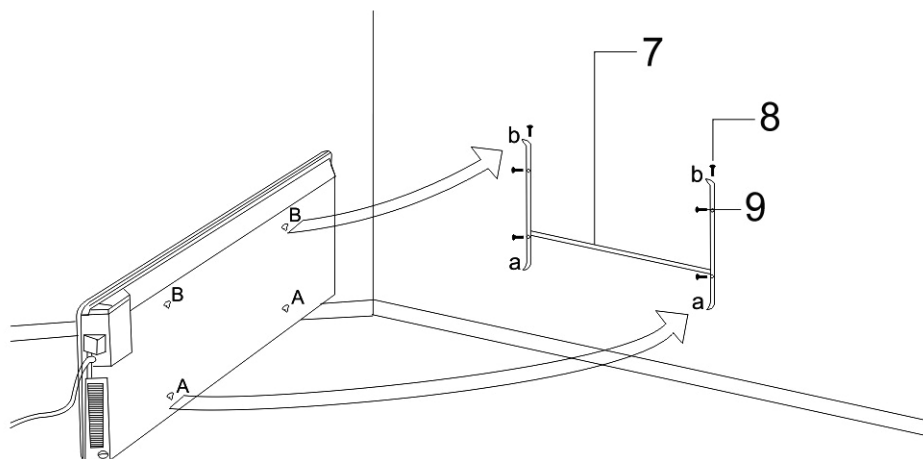

Рис. 3
- Отсоедините монтажный кронштейн (7) от задней панели конвектора, для чего выверните два стопорных винта (8) (См. Рис.3) из верхних зажимов кронштейна.
- Монтажный кронштейн (7) используется как шаблон для разметки сверления установочных отверстий.
- Приложите к стене монтажный кронштейн (7) (См. Рис.3) и произведите разметку так, чтобы нижние крепежные отверстия находились на высоте не менее 150 мм от пола.
- Прикрепите монтажный кронштейн (7) к стене четырьмя крепежными винтами (9) (См. Рис.3) (в отверстия, высверленные в бетонной или кирпичной стене, установите прилагаемые дюбели).
- Установите конвектор задней панелью на лапки монтажного кронштейна (7) (См. Рис.3). Сначала совместите отверстия "А" на задней панели конвектора с лапками "а" на монтажном кронштейне (7), а затем отверстия "В" с лапками "b" (См. Рис.3)
- Зафиксируйте это положение стопорными винтами (8) (См. Рис.3) через верхний зажим в кронштейне конвектора.